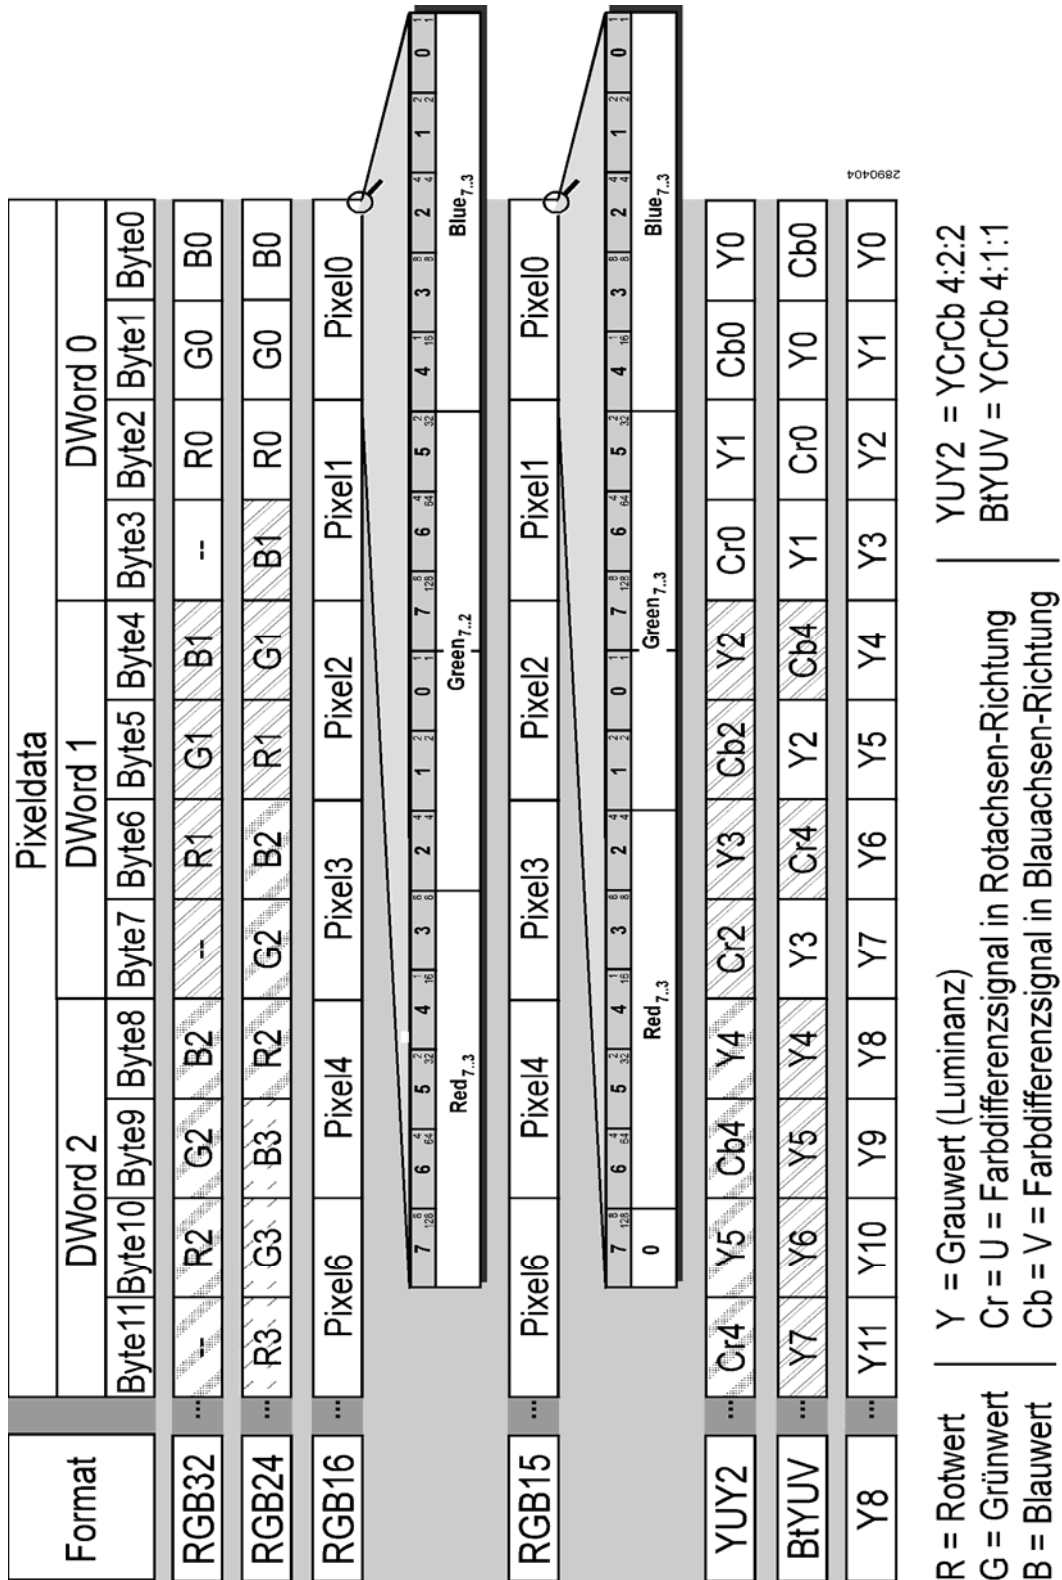

Bild 59: Farbformate des pciGrabber-4plus/express
Das Datenformat ist in erster Linie von der Anwendung bestimmt. Grundsätzlich sind drei Formate zu unterscheiden, die teilweise nochmals in Unterformate unterteilt sind. *Bild 59* zeigt, wie die Pixel in den einzelnen Formaten im Speicher abgelegt werden.
- Bei *RGB32* werden 32-bit, also ein Doppelwort pro Pixel benutzt. Das unterste Byte eines jeden Doppelworts enthält die Blau-Information (8-bit breit), das zweite Grün- und das dritte die Rotwerte. Das oberste Byte enthält keine Information. Es wird lediglich eingefügt, damit die Zuordnung von einem Pixel zu einem Doppelwort erreicht wird: Mit jeder DWort-Grenze beginnt auch ein neues Pixel (zusammengehörige Information ist in *Bild 59* in gleicher Weise schraffiert). Das Alignment auf DWords hat gegebenenfalls den Vorteil, dass schnellere Zugriffsbefehle benutzt werden können. Die Farbtiefe beträgt 16 Mio. Farben ($2^{3 \cdot 8} = 16777216$).
- *RGB16* hat eine geringere Farbauflösung. In diesem Format werden jeweils fünf Bit für Blau und Rot-Kanal verwendet, der Grün-Kanal verfügt über sechs Bit. Die Farbtiefe beträgt damit 65.536 Farben ($2^5 \cdot 2^6 \cdot 2^5 = 32 \cdot 64 \cdot 32 = 65536$). Der Speicherplatzbedarf eines Pixels beträgt dementsprechend 16-bit = 1 Wort. In *Bild 59* ist die Aufteilung des Worts in die drei Farbkanäle gezeigt.
- **RGB15:** Die Aufteilung entspricht dem RGB16-System, jedoch ist die Farbtiefe für alle drei Farbkanäle gleich (je 5 Bit = 32 Stufen). Daraus ergeben sich 32.818 darstellbare Farben. Insgesamt werden nur 15-bit benötigt, wodurch das oberste Bit eines jeden Wortes unbenutzt bleibt. Es enthält den Wert 0 (*siehe Bild 59*).
- **BtYUV :** Entspricht YCrCb 4:1:1. Vier Pixel teilen sich eine Farbinformation. Die Anordnung der Information im Speicher ist aus *Bild 59* zu ersehen. Jeweils drei DWorte sind logisch zusammengefasst. Sie enthalten die Information für acht Pixel. Dies ist die Helligkeit für jedes Pixel (Y0..Y7) und die Farbinformation des ersten (Cb0/Cr0) und fünften Pixels (Cb4/Cr4).